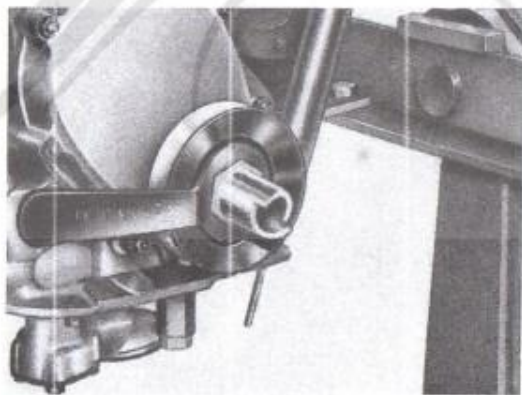

Fig. 15.
- Svitare il tappo che fissa la puleggia di comando della dinamo con la chiave A. 8064 (fig. 15) ed asportare la puleggia.